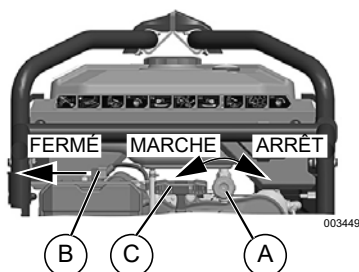

Figure 3-2. Commandes du moteur
3. Tournez le robinet d'arrêt de carburant (A) en sens antihoraire pour le placer en position ARRÊT (ouverte). Voir la Figure 3-2.
5. Faites glisser le levier d'étrangleur (B) en position ÉTRANGLEMENT MAX (gauche). Voir la Figure 3-2.
6. Voir la Figure 3-2. Saisissez fermement la poignée du lanceur à rappel (C) et tirez lentement jusqu'à ressentir une résistance accrue. Tirez rapidement vers le haut et vers l'extérieur.
3. Tournez le robinet d'arrêt de carburant (A) en sens antihoraire pour le placer en position MARCHE (ouverte). Voir la Figure 3-2.
4. Faites glisser le levier d'étrangleur (B) en position ÉTRANGLEMENT MAX (gauche). Voir la Figure 3-2.